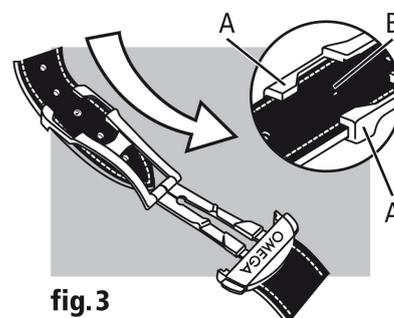

fig. 3
Ajuste de la longitud (fig. 3): libere de las dos guías (A) y del botón (B) la parte más larga. Ajuste la pulsera en el sentido deseado y vuelva a colocarla en el botón y las guías. Pruébese el reloj y reajuste si es necesario.